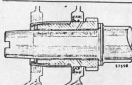

Abb. A.15
- (4) Beim Abheben des Gehäuses - ist um Beschädigungen an der Ölwanne zu vermeiden Service-Werkzeug 180 370 zu verwenden, bzw., wenn eine rote Silikonummi-Öldichtung eingebaut ist (Abb. A.15) Werkzeug 180 1043
- (5) Sogerrig herausnehmen und Primärrad abnehmen